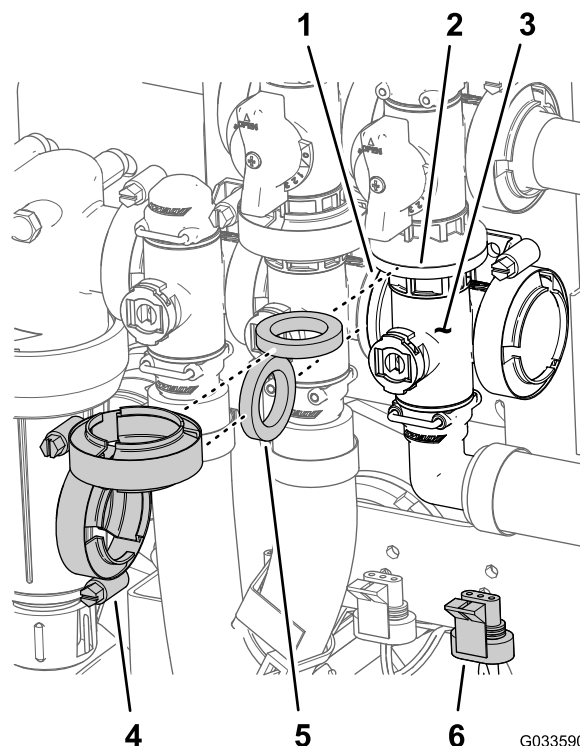

図 126
- マスターブームバルブマニホールドのフランジ、ガスケット、マスターブームバイパスバルブのフランジを、整列させる 図 126。
- マスターブームバルブ用マニホールド、ガスケット、マスターブームバイパスバルブを組み立ててフランジクランプを手締めする 図 126。
- マスターブームバルブマニホールドのフランジ、ガスケット、攪拌バルブ用マニホールドを整列させる 図 126。
- マスターブームバルブマニホールド、ガスケット、攪拌バルブマニホールドを組み立てて、フランジクランプを手締めする 図 126。
7. 攪拌バルブをバルブマウントに組み付ける; フランジヘッドボルトとフランジロックナット図 126はステップ 3 マスターブームマニホールドバルブの取り外し (ページ 76) で取り外したものを使用し、ボルトとナットを 10-12 N·m 1.0-1.2 kg/cm² = 90-110 in-lb にトルク締めする。